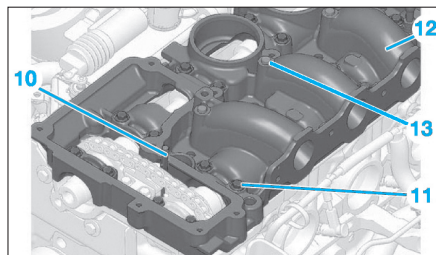

Fig. 67
- Soulever la goupille (10) puis la tourner d'un quart de tour afin de verrouiller le tendeur de chaîne d'arbres à cames (Fig.67).
- les vis (11) (27 vis) du carter chapeaux de paliers d'arbres à cames,
- le carter chapeaux de paliers d'arbres à cames (12),
- les pions d'appui (13) des brides d'injecteurs.